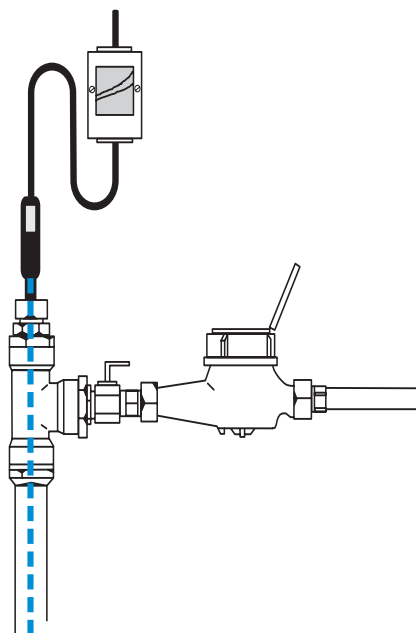
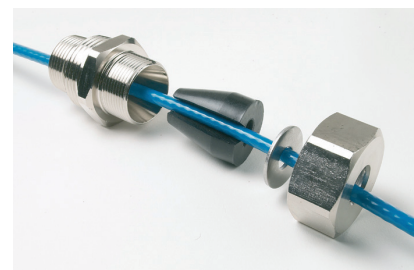

Рис. 10
Рис. 11
3. Кабель, установленный в трубе, см. Рис. 10. Необходима специальная зажимная муфта (3/4" + 1", 10 бар при 23°C) для крепления нагревательного кабеля на трубе, см. Рис. 11.